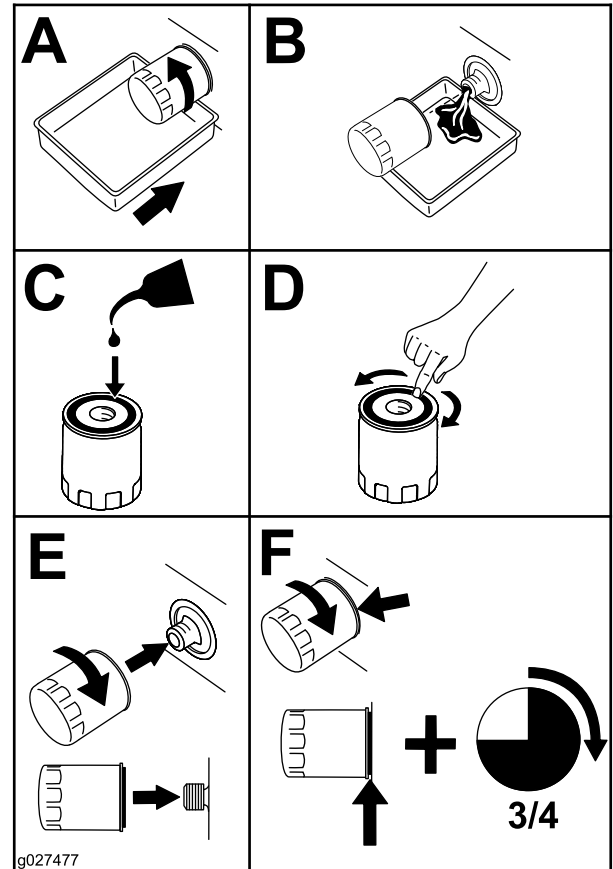

Bild 52
4. Wechseln Sie den Ölfilter wie in **Bild 52** gezeigt.